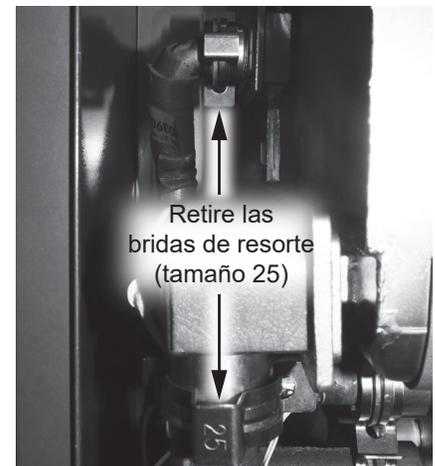

Figura 146 - Desconexión de la tubería de agua del HEX secundario
- 37 Ubique las conexiones de agua de entrada y salida en el HEX secundario. Retire las dos bridas de resorte (tamaño 25) que fijan las conexiones de agua y déjelas a un lado en un lugar seguro para volver a instalarlas. Desconecte las tuberías. Consulte la Figura 146.